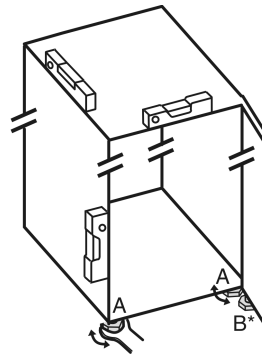

Fig. 34
- ▶ Az állítható lábakat Fig. 34 (A) a mellékelt villáskulccsal és egy vízmérce segítségével csavarja ki addig, amíg a készülék szilárdan és egyenesen be nincs igazítva.
- ▶ A csapágybak állítható lábát Fig. 34 (B) a mellékelt villáskulccsal csavarja ki úgy, hogy a padlón feküdjön.
- ▶ Az állítható lábat Fig. 34 (B) forgassa tovább 90°-kal.